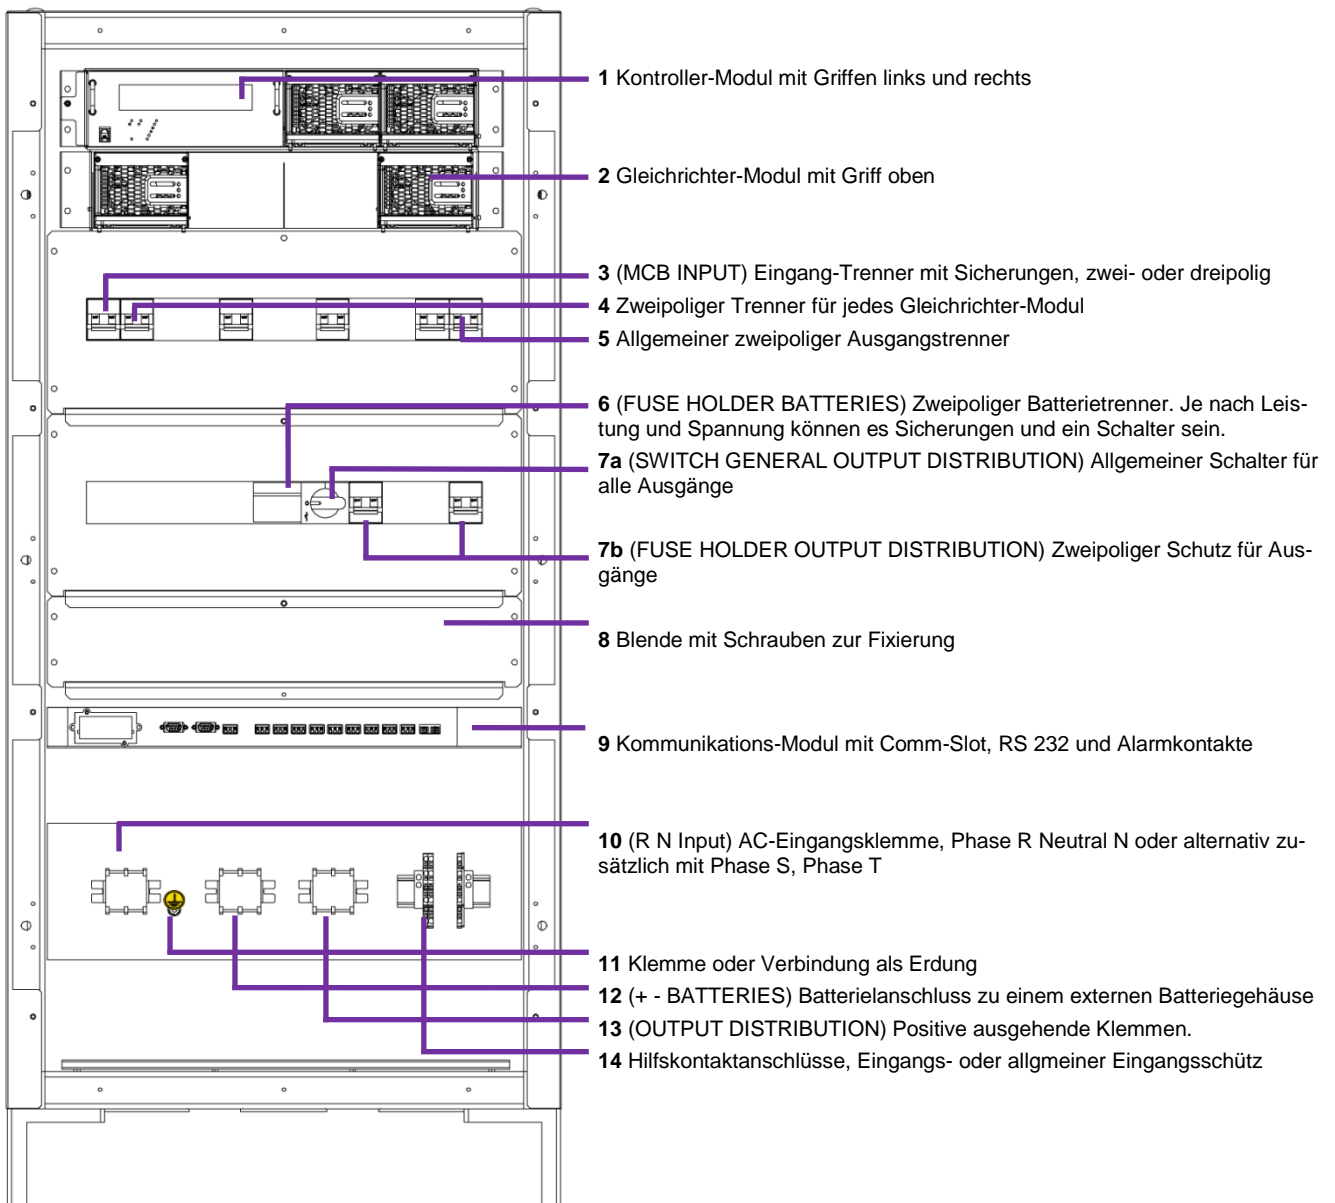

Abb. 4: Geöffneter DC-Power-System im Schrank mit Beschreibung der Elemente
Das Schild befindet sich an der Rückseite der Anschlussabdeckung (11 in Abb. 4).
- Alle Schutz- oder Leistungschalter der Anlage müssen auf „Aus“ stehen, insbesondere diejenigen für die Batterien in der Anlage (6) und ihre Gegenstücke im Batterieschrank, falls externe Batterien verwendet werden.
- Schliessen Sie die Verbraucher direkt an die abgesicherten zweipoligen Potentialverteilungsausgangsklemmen an, wobei der Belastungsgrenzwert jedes Schalters sowie der jeweilige Anschlusswert zu berücksichtigen sind. Optional kann eine ausgehende Klemmleiste angelegt werden. Beide verfügen über die in Abb. 4 als (13) markierten Anschlusspunkte.
- Verbinden Sie die Erdung der/des Verbraucher/s mit Erdungsanschluss oder Erdungsstange (11).
- **Ausgangsverteiler:** Standardmässiger Anschluss an die Schutzschalter. Schliessen Sie die den jeweiligen Minuspol des Verbrauchers direkt an die einpoligen Schutzschalter der Ausgangsklemmen an (13), wobei der Belastungsgrenzwert jedes Schalters sowie der jeweilige Anschlusswert zu berücksichtigen sind. Verbinden Sie den Pluspol jedes Verbrauchers mit der gemeinsamen Erdungsstange, deren Anker (11) als Anschlüsse dienen, und die gleichzeitig geerdet ist.
- **Optionale Klemmleiste:** Optional kann eine ausgehende Klemmleiste mit den Minusklemmen für jeden Schutzschalter angelegt werden (13). Verbinden Sie den Minuspol jedes Verbrauchers mit diesen Klemmen. Verbinden Sie den Pluspol jedes Verbrauchers mit der gemeinsamen Erdungsstange, deren Anker (11) als Anschlüsse dienen, und die gleichzeitig geerdet ist.
- Beachten Sie hierbei die Farben der Kabel (rot für positiv, schwarz für negativ) sowie die auf den Schildern der Anlage aufgeführte Polarität. Verbinden Sie die Erdung der/des Verbraucher/s mit Erdungsanschluss oder Erdungsstange (11).